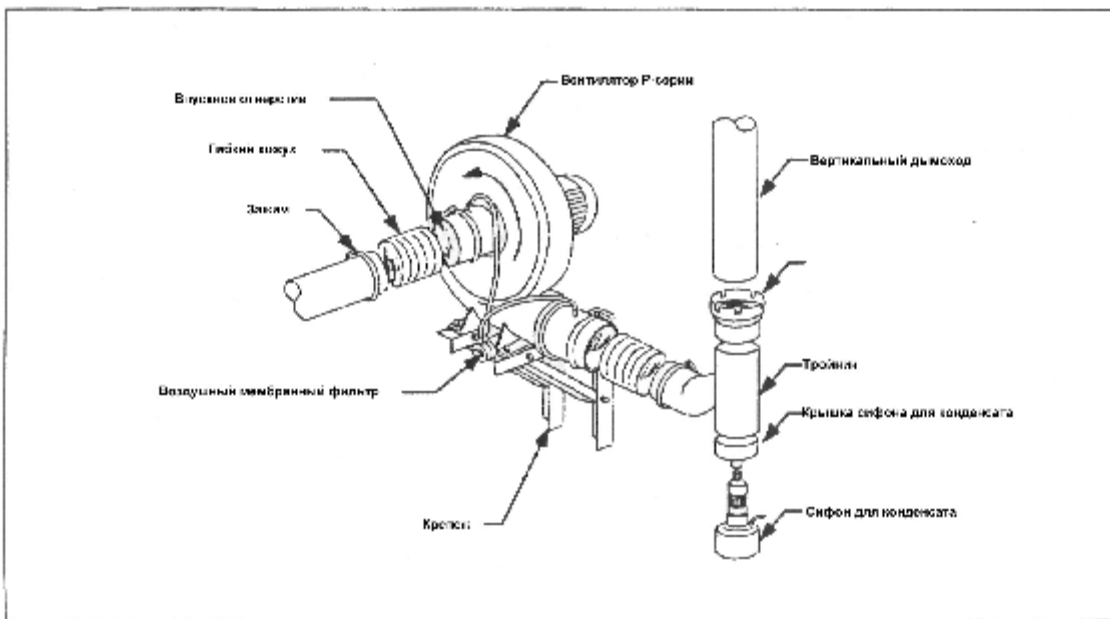

Рисунок 6. Установка вентилятора серии P.
4.2.3 Необходимо, чтобы подача электроэнергии регулировалась с помощью воздушного мембранного переключателя, расположенного на вентиляторе. Его местоположение смотри на Рисунок 6.